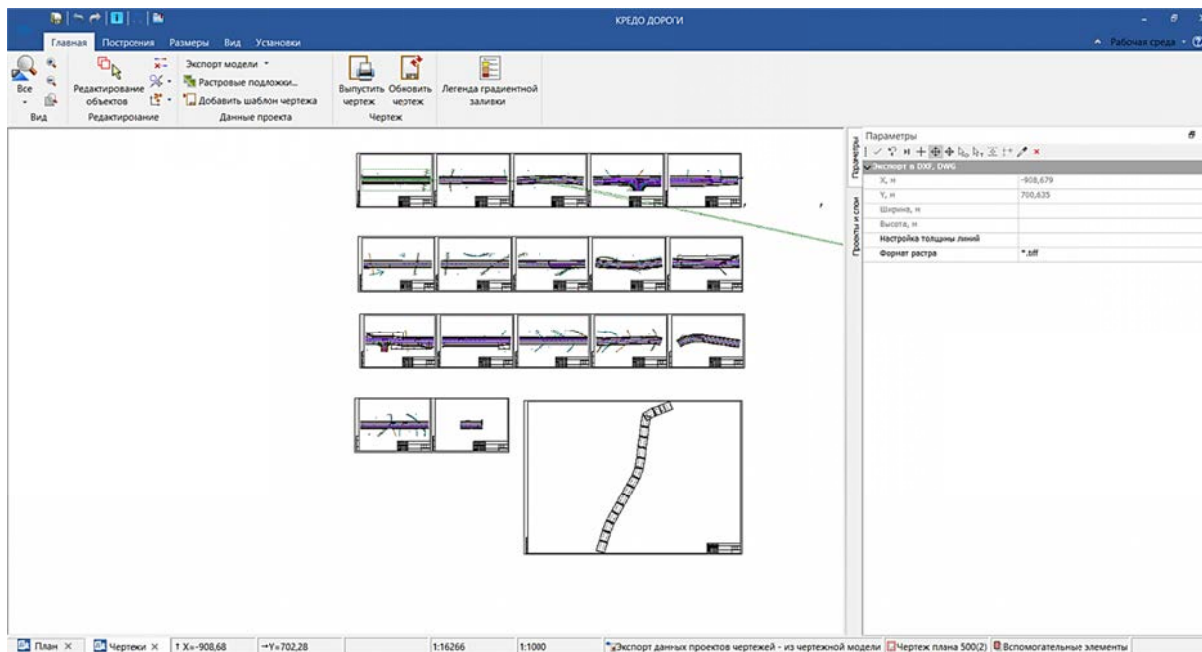

Рис. 6.20. Преобразование координат проектов чертежей плана
- По необходимости выполнить преобразование координат отдельных проектов плана, а также настроить видимость отображения слоев с отдельной информацией (рис. 6.20) перед печатью или экспортом в другие форматы.